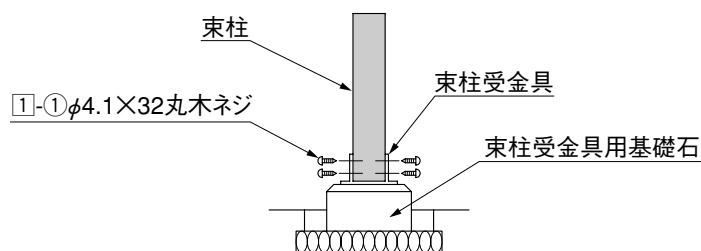

図3-4
- ③ 束柱受金具を埋込んだ基礎石に束柱を建てて、①-①で固定してください。（図3-4参照）